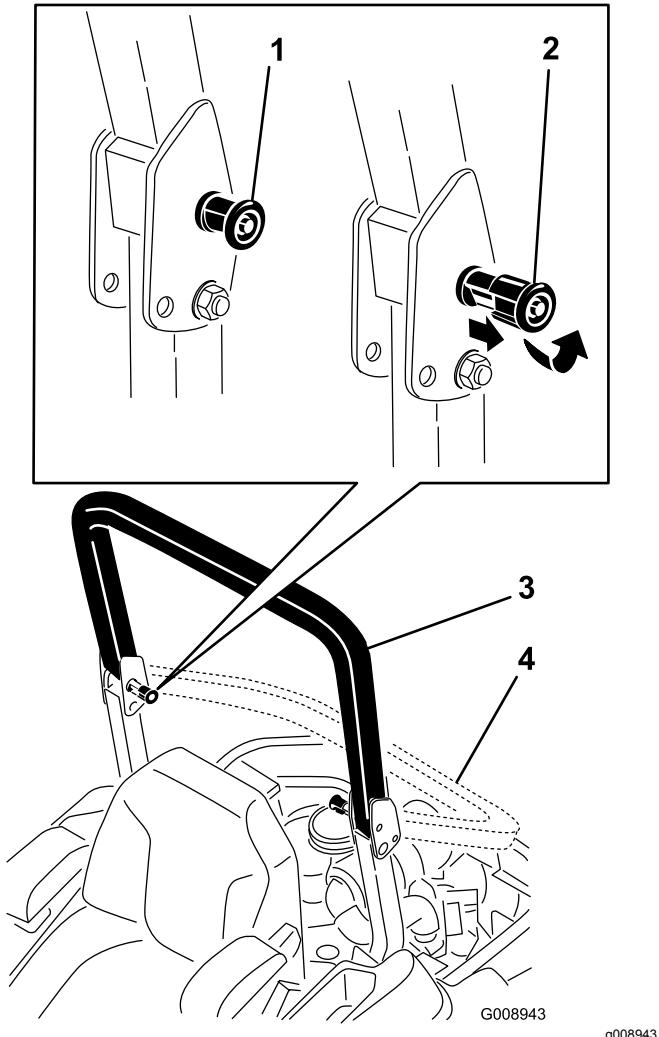

Figure 8
2. Tirez sur les deux boutons et tournez-les à 90 degrés pour les désengager (Figure 8).
3. Faites pivoter l'arceau de sécurité à la position abaissée (Figure 8).
- 4. Pour relever l'arceau de sécurité à la position d'utilisation, tournez les boutons de sorte à les déplacer partiellement dans les rainures (Figure 8).
- 5. Redressez l'arceau de sécurité en position relevée tout en poussant sur la partie supérieure de sorte que les goupilles s'engagent en position quand les trous sont en face (Figure 8).